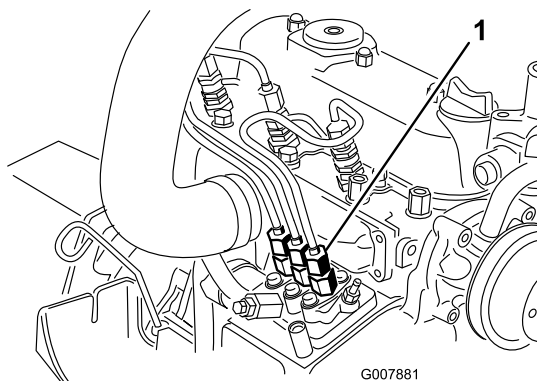

Figura 48
1. Coloque un trapo debajo del conector del tubo que viene desde la bomba de inyección a la boquilla del inyector N° 1, según muestra Figura 48.